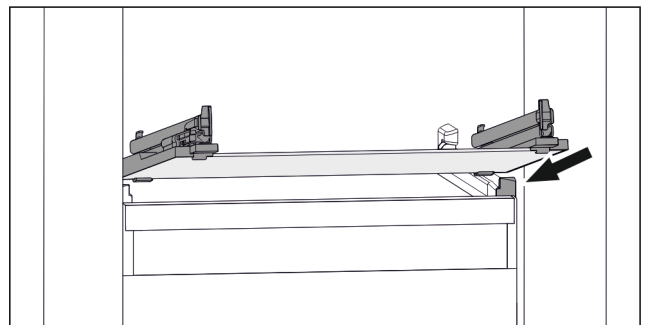

Fig. 60 Rappresentazione esemplificativa del ripiano in vetro
- ▶ Applicare il ripiano in vetro obliquamente dietro i fermi. (vedere Fig. 60)